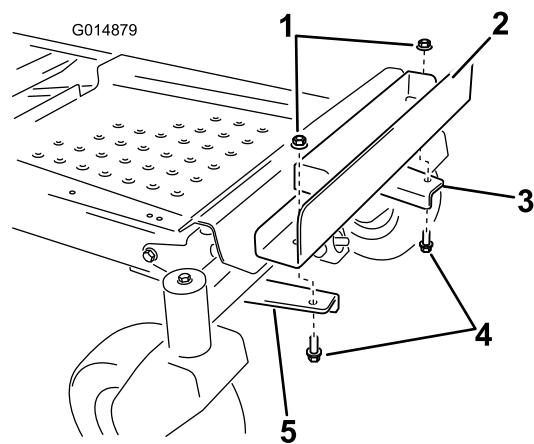

Figura 8
6. Instale el soporte de los pesos en los soportes de montaje alineando los taladros exteriores del soporte con los soportes de montaje instalados anteriormente (Figura 8).
7. Sujete el soporte de los pesos con 2 pernos (3/8" x 1") y 2 contratuercas (3/8") (Figura 8).